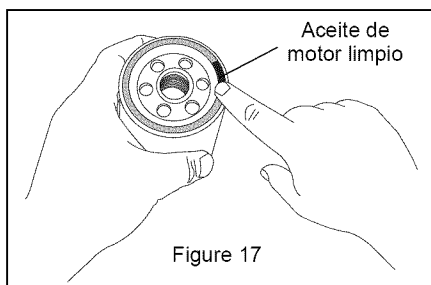

Figure 17
4. Aplique una capa de aceite de motor limpio a la junta del nuevo filtro, consulte figure 17.